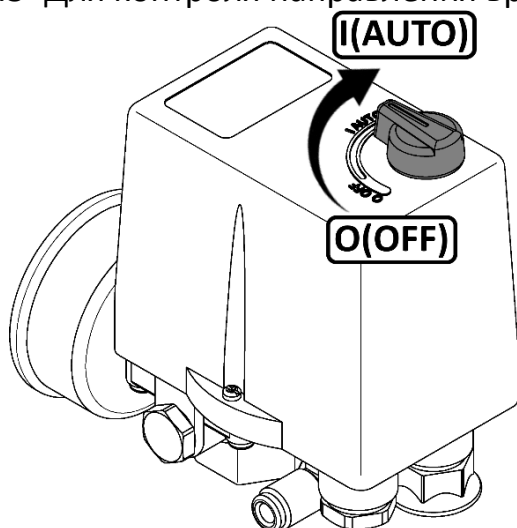

Рисунок 4
- Проверьте, чтобы выключатель на прессостате находился в выключенном положении "OFF" или "O", в зависимости от исполнения (см. рисунок 4).
1. Выключить компрессор выключателем на прессостате. Для этого необходимо переключить выключатель в положение "OFF" или "O", в зависимости от исполнения (см. рисунок 4). После этого остановится электродвигатель и произойдет сброс давления из нагнетательного воздухопровода и поршневого блока.
Для пуска компрессоров СБ4/С-100.АВ858, СБ4/С-270.АВ858, СБ4/Ф-270.АВ858, СБ4/Ф-270.АВ858В, СБ4/Ф-500.АВ858, СБ4/Ф-270.АВ858/16, СБ4/Ф-500.АВ858/16, СБ4/Ф-500.АВ858ТБ после срабатывания защиты выполните следующие действия: после того, как двигатель остынет до допустимой температуры переключите выключатель на прессостате в положение "OFF" (см. рисунок 4), а затем включите компрессор переключив выключатель в положение "AUTO".